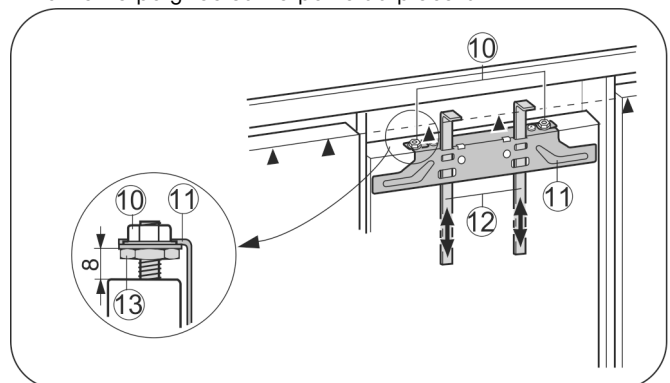

Fig. 25
- ▶ Pousser les gabarits de montage Fig. 25 (12) vers le haut à hauteur de porte du placard. Bord inférieur de butée ▲ du gabarit de montage = bord supérieur de la porte du placard à monter.
- ▶ Dévisser la traverse de fixation Fig. 25 (11) au moyen des contre-écrous Fig. 25 (10).